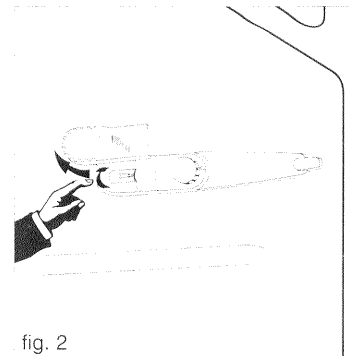

fig. 2
- Déclipez le cache-lampe à la main, en tirant sur la partie arrière.(fig. 2)